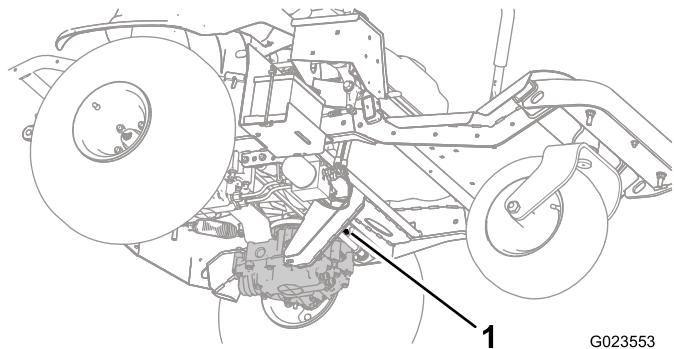
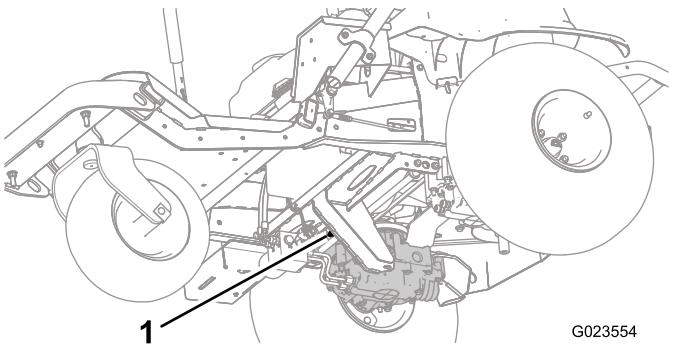
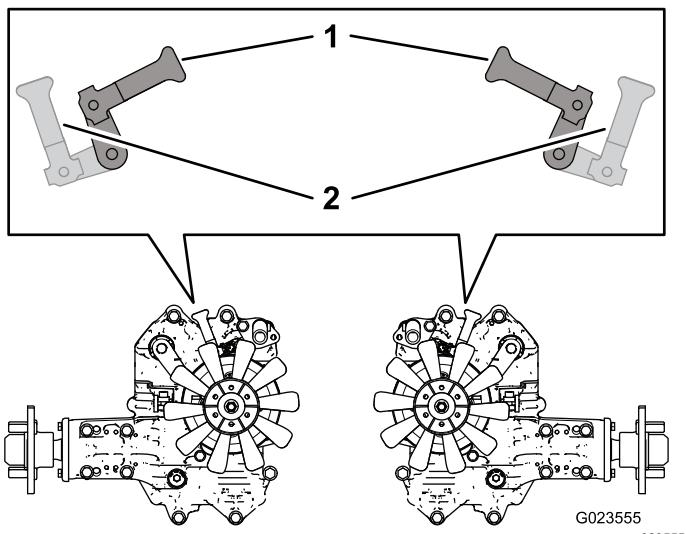

Figure 27
Figure 28
Figure 29
2. En passant sous la machine, tournez les leviers de dérivation (Figure 27 et Figure 28) pour les orienter vers l'intérieur et le centre de la machine (Figure 29), puis desserrez le frein de stationnement ; voir Utilisation du frein de stationnement \(page 21\).
3. Lorsque vous avez fini de pousser ou remorquer la machine, tournez les leviers des vannes de dérivation vers l'avant de la machine pour pouvoir conduire cette dernière (Figure 29).